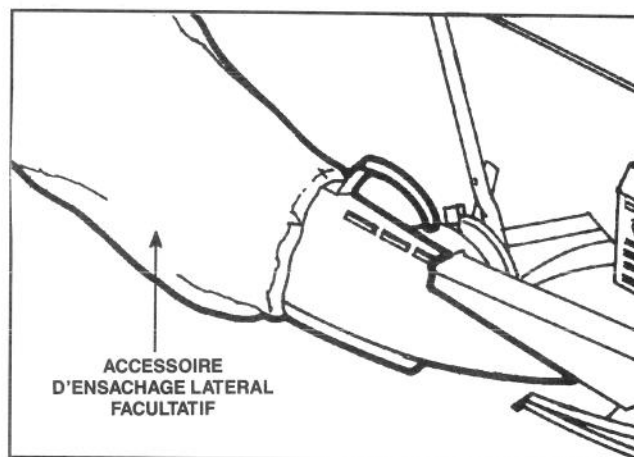

Figure 21
1. **Sac à herbe latéral (pièce n° 47-6510)**—Cet accessoire (figure 21) vous permet d'ensacher l'herbe épaisse du printemps. A l'automne, vous pouvez ensacher les feuilles en même temps que vous tondez le gazon, ce qui élimine le pénible travail de ratissage (finies les ampoules aux mains).